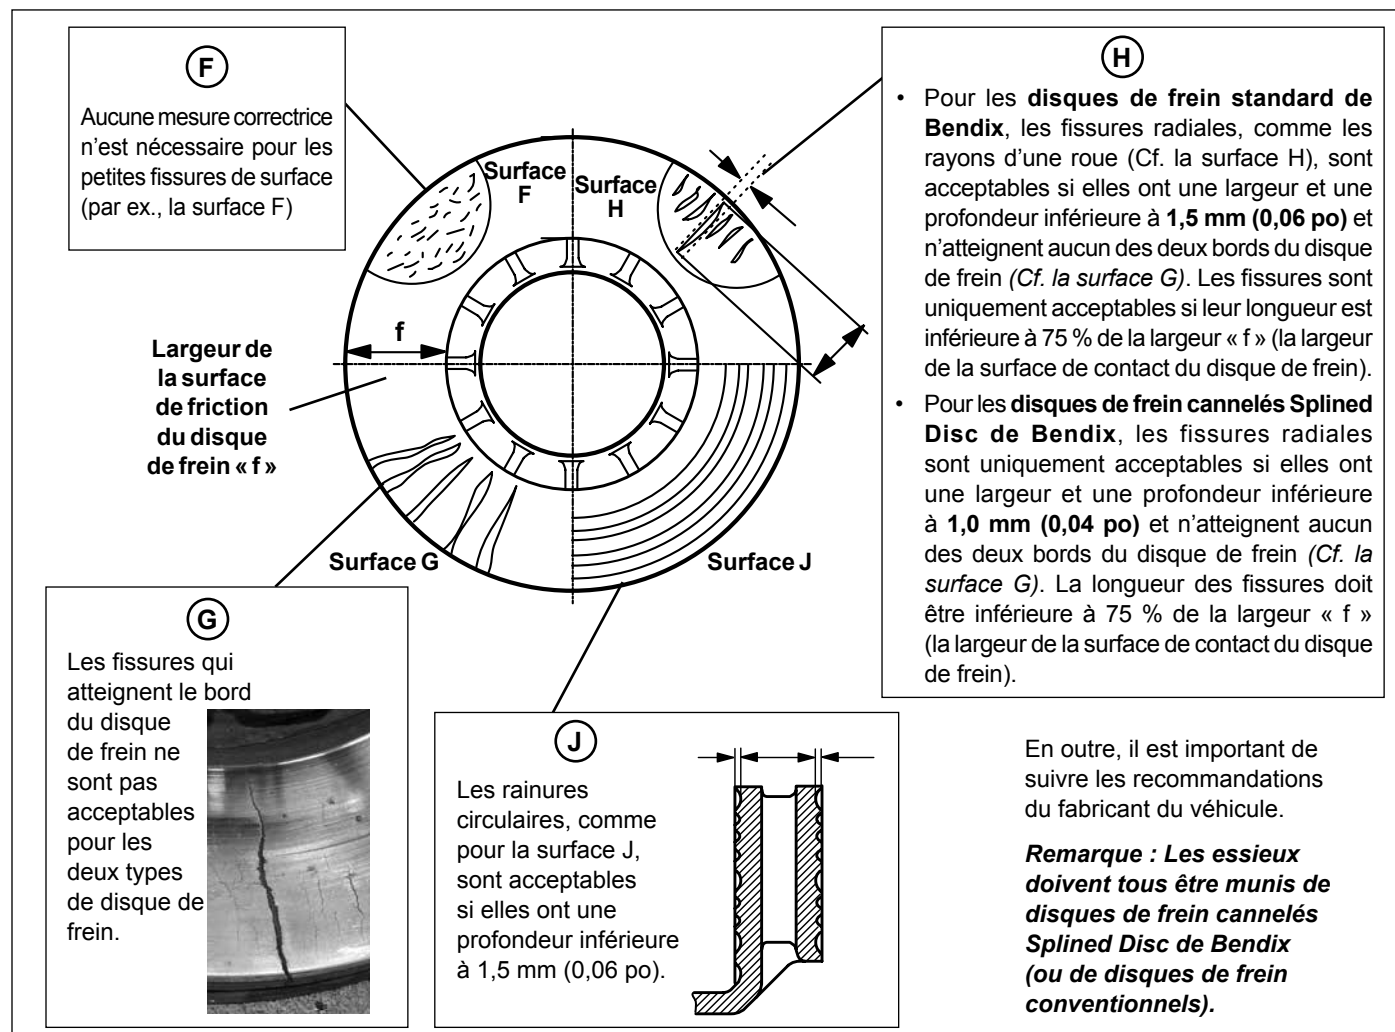

FIGURE 25 - EXEMPLES DE CONDITIONS ACCEPTABLES ET NON ACCEPTABLES DU DISQUE DE FREIN
4.4.2 Inspecter la surface du disque de frein. Cf. Figure 25. Le type de disque de frein et sa taille, ainsi que la profondeur et la direction des imperfections doivent être pris en considération.